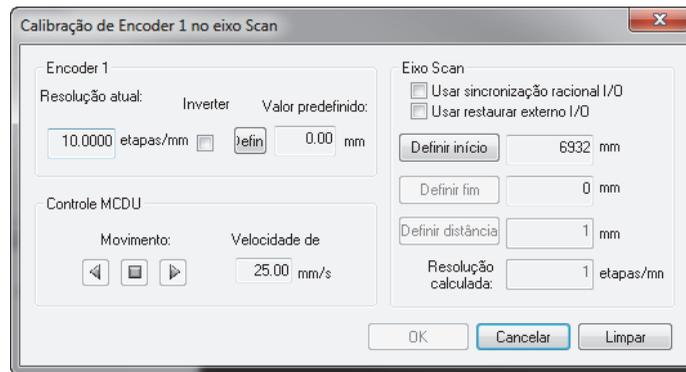

Figura 5-15 Caixa de diálogo de Calibração de Encoder 1 no eixo de rastreamento
4. Enquanto a caixa de diálogo **Calibração do codificador** (veja o exemplo mostrado na Figura 5-15 na página 177), proceda da seguinte forma: